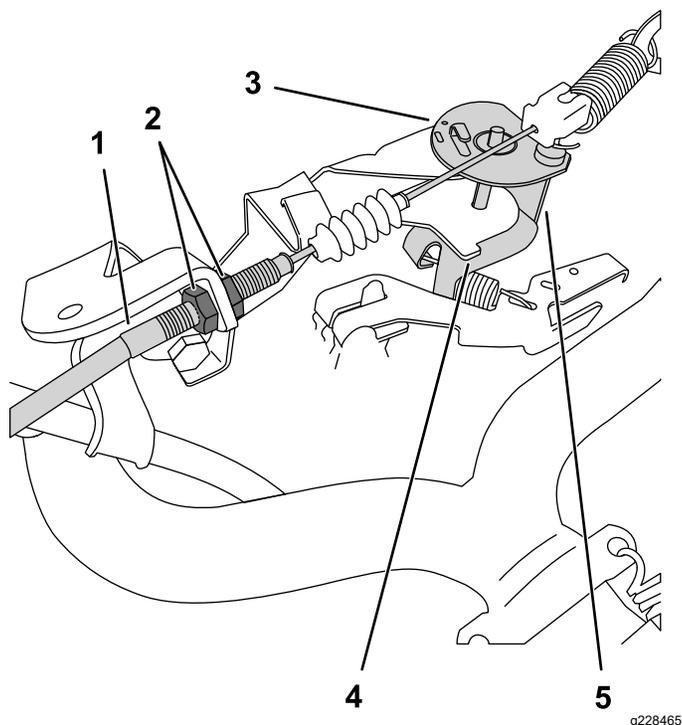

Рисунок 38
3. На тросе дроссельной заслонки ослабьте переднюю зажимную гайку и затяните заднюю зажимную гайку, чтобы увеличить малую частоту холостого хода (Рисунок 38).